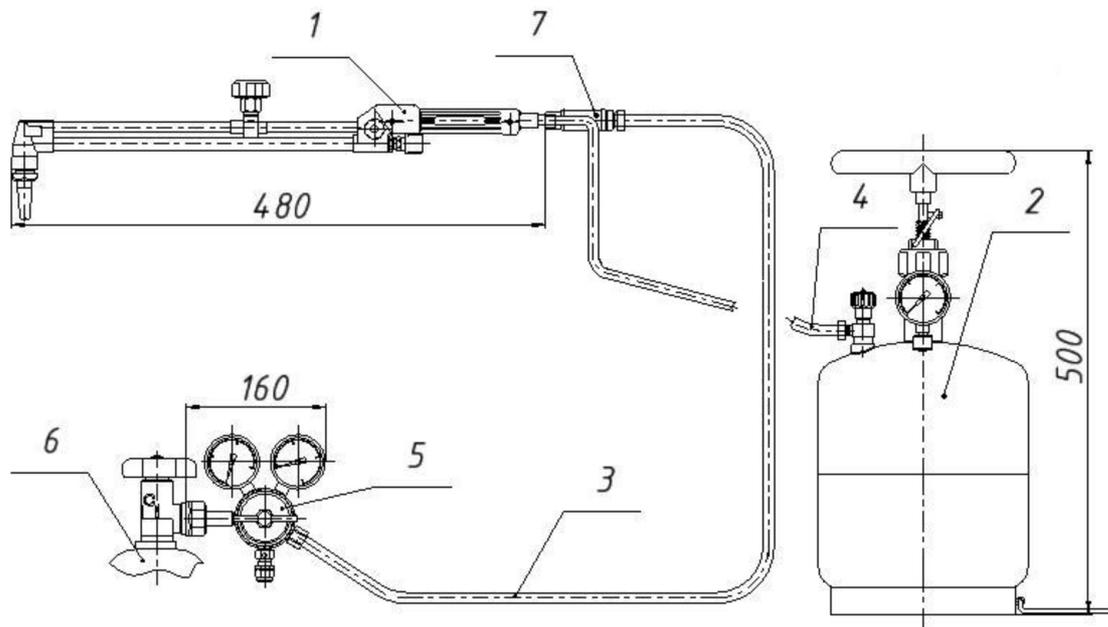
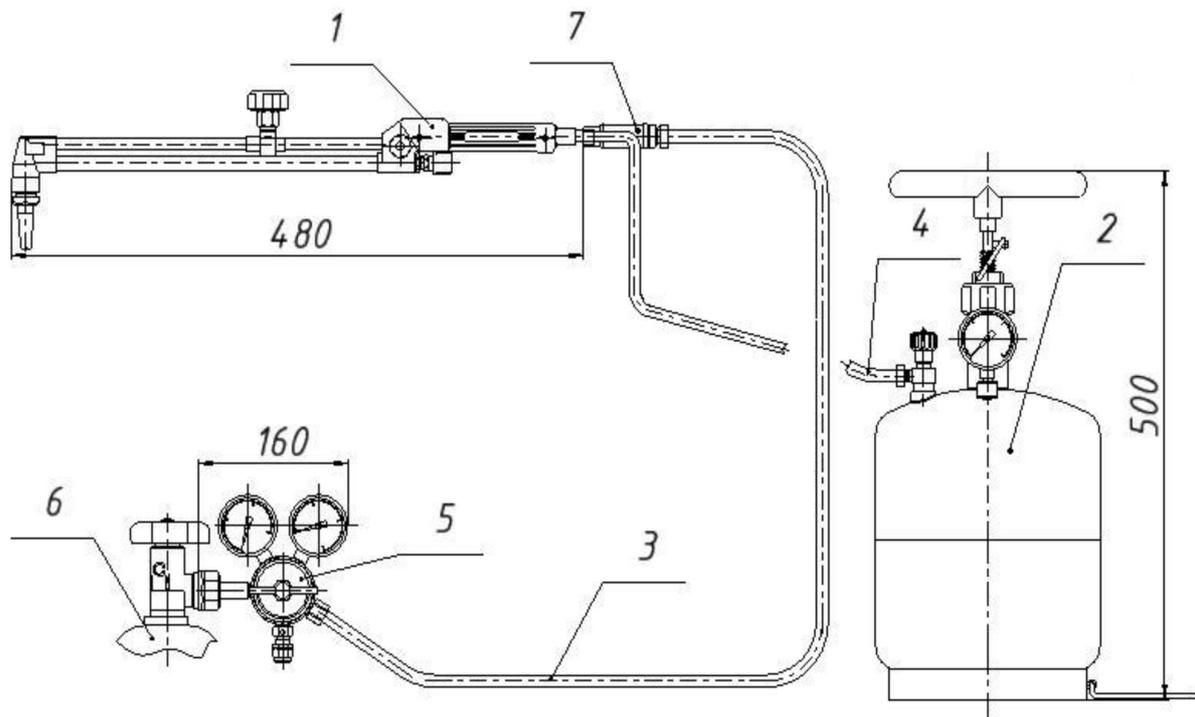
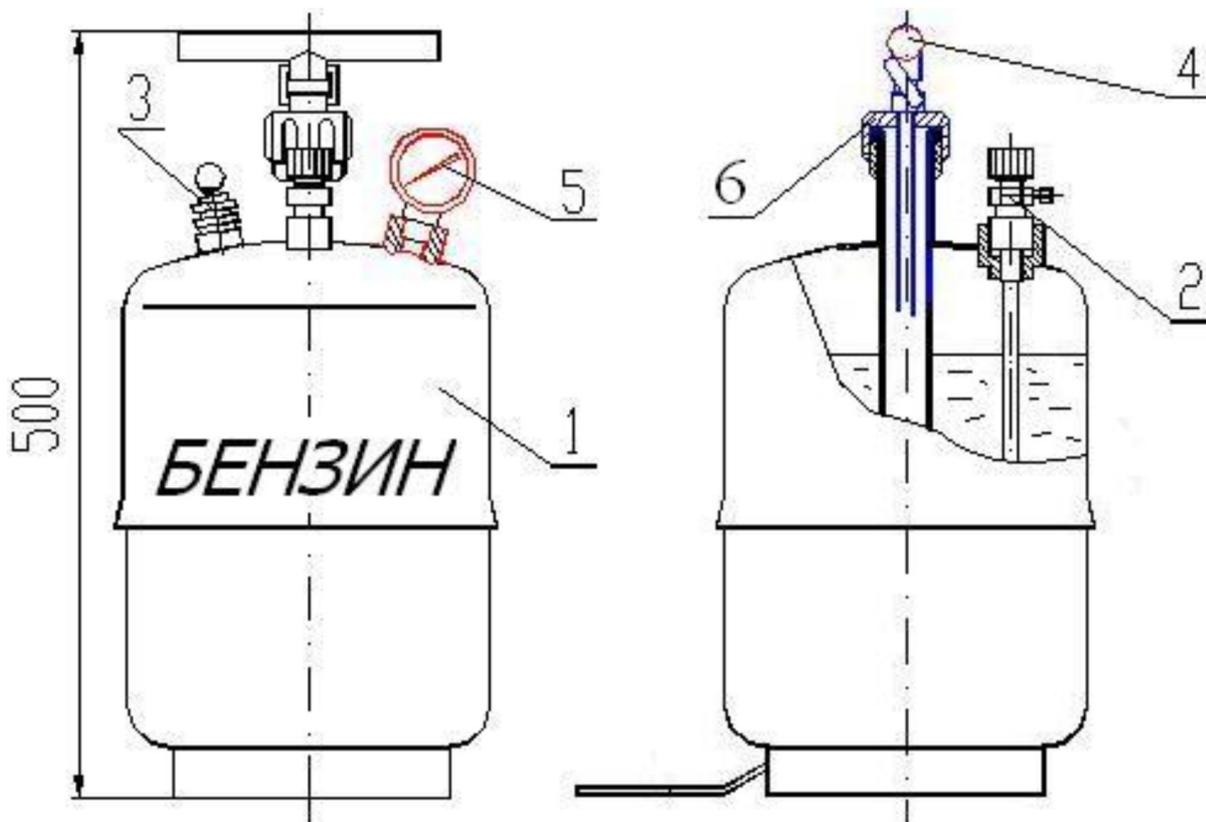

Рис.1. Схема комплекта КЖГ-1Б
Рис. 2. Резак «Фаворит - 2,5»
Рис. 3. Бачок для бензина
Комплект состоит из источников питания (баллон с кислородом и бачок с бензином), резака с набором сменных мундштуков и резиноканевых рукавов, соединяющих источники питания и резак. Схема сборки комплекта приведена на рис.1.
Принцип работы комплекта состоит в следующем. С помощью ручного насоса на бачке (поз.4, рис.3) создается рабочее давление воздуха в бачке, под действием которого горючее (бензин) вытесняется через узел подачи горючего (поз.2, рис.3) в рукав подачи горючего (поз.4, рис.1) и через штуцер (поз.2,рис.2) поступает в резак. Далее горючее поступает по трубке, проходящей внутри рукоятки (поз.3, рис.2), и через вентиль (поз.7, рис.2) в узел формирования горючей смеси (поз.9, рис.2), который состоит из двух коаксиальных трубок, шпинделя игольчатого типа и смесительной камеры. Горючее подается по внутренней трубке в смесительную камеру (поз.12, рис. 2). Расход горючего регулируется шпинделем игольчатого типа (поз.11, рис.2) с помощью маховичка (поз.7, рис. 2).
4.1 Резак бензино-кислородный для резки стали «Фаворит – 2,5» (рис. 2) состоит из следующих узлов и деталей: 1- штуцер подвода кислорода с защитным клапаном; 2 – штуцер подвода горючего; 3- рукоятка; 4 – корпус; 5 – вентиль пуска режущего кислорода; 6 – вентиль для регулировки расхода подогревающего кислорода; 7 – вентиль для регулировки расхода горючего; 8 – трубка для подачи режущего кислорода; 9 – узел формирования горючей смеси; 10 – гайка; 11 – шпиндель игольчатого типа; 12 – смесительная камера; 13 – головка резака; 14 – мундштук.
4.2 Бачок для горючего (бензина) состоит из следующих узлов и деталей (рис.3): 1 – корпус бачка; 2 - узел подачи горючего с клапаном ограничения расхода; 3- предохранительный клапан; 4- ручной насос; 5- манометр; 6- крышка насоса.
По кольцевому зазору между коаксиальными трубками подается кислород для формирования подогревающего пламени, поступающий от баллона (поз.6, рис.1) по рукаву (поз.3, рис. 1) через соответствующий штуцер (поз. 1, рис.2) в резак. Из коаксиального зазора между трубками кислород по двум каналам поступает в смесительную камеру (поз.12, рис.2). Оси каналов подачи кислорода расположены под острым углом к оси канала подачи горючего, так что струи кислорода при истечении в смесительную камеру распыляют струю горючего, образуя парок капельную горючую смесь. Затем горючая смесь поступает в кольцевой зазор, образованный проточкой в головке резака и мундштуком и далее в каналы мундштука, где происходит интенсивное испарение капель горючего, и образование газообразной горючей смеси, которая при истечении из мундштука в атмосферу горит и образует подогревающее пламя.
Кислород, поступающий в резак, через штуцер (поз.1, рис.2) в корпусе резака (поз. 4, рис. 2) разделяется на два потока. Один поток по указанной выше схеме используется для формирования подогревающего пламени, а другой поток по трубке (поз. 8, рис.2) подается в центральный канал мундштука (поз.14, рис.2) и образует режущую струю. Пуск режущей струи осуществляется с помощью вентиля (поз. 5, рис.2).
5.16 При появлении непрерывных хлопков или обратного удара пламени необходимо быстро закрыть вентиль режущего кислорода 5, вентили горючего 7, подогревающего кислорода 6 (рис.2).
6.1 Сборка комплекта в рабочее состояние осуществляется по схеме на рис. 1. Перед первой сборкой комплекта необходимо убедиться в исправности и герметичности всех входящих в него изделий.
6.2 Присоединить редуктор (поз.5, рис. 1) к баллону (поз.6, рис.1). К выходному штуцеру редуктора присоединить рукав (поз.3, рис. 1), второй конец которого присоединить к кислородному штуцеру резака (поз.1, рис.1) через клапан (поз.7, рис.1).
6.5 Осмотреть бачок (рис.3) и убедиться в отсутствии внешних повреждений и загрязнения бачка.
6.6 Открутив крышку насоса (поз.6, рис.3), снять ручной насос с заливной горловины (поз.4, рис.3) и в случае наличия в бачке грязи, ржавчины, воды через заливную горловину залить 1 литр бензина и промыть бачок. Бензин слить. Убедившись в чистоте бачка, залить чистый бензин не более 3/4 объема бачка. Ручной насос установить на место.